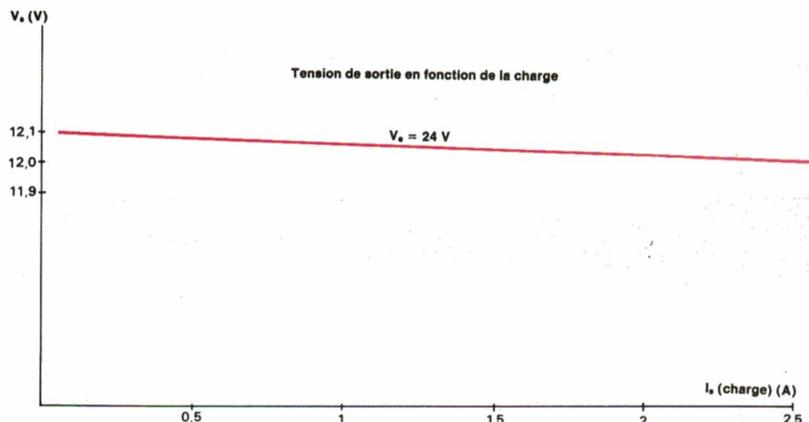

Fig. 11.
– Régulation de la tension de sortie en fonction de la charge figure 11.